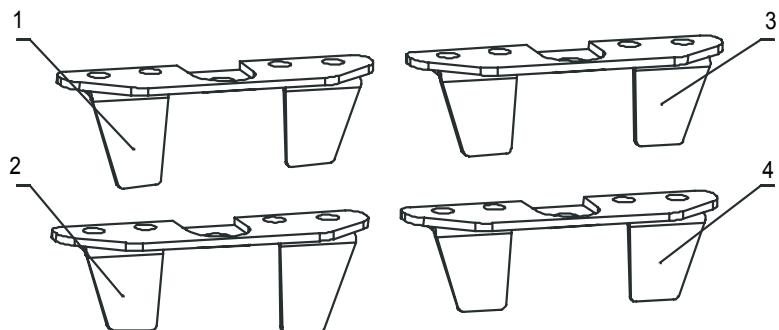

рис. 2
1. Сборка оставшихся опор (рис. 2).
2.1. В соответствии с рис. 2 выберите кронштейн передней правой опоры (поз. 2).
2.3. Повторите операции п. 1 для сборки задних опор, используя для этого кронштейны задних опор (рис. 2 поз. 3, 4).